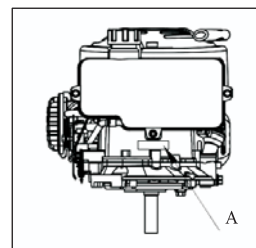

Fig. 15 A: Posizione del numero di serie
13.1 POSIZIONE DEL NUMERO DI SERIE (vedi Fig. 15)